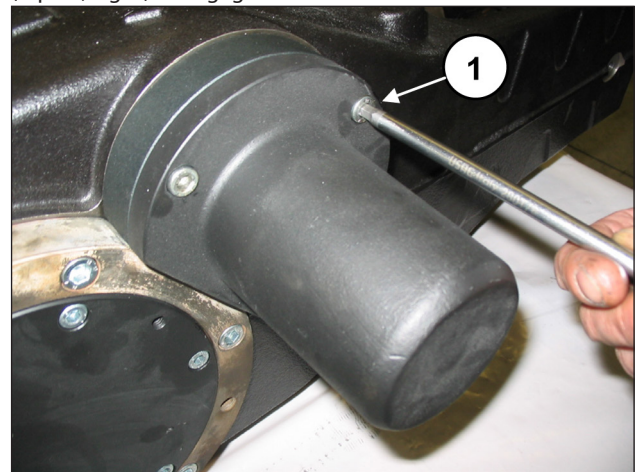

Fig. 9
Dévisser les vis de fixation du couvercle à l'extrémité de l'arbre (rep. ①, Fig. 9) et dégager le couvercle de l'arbre PTO.